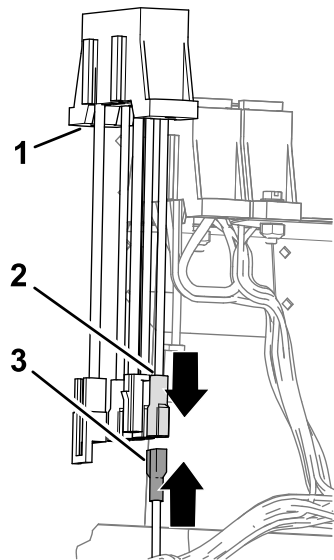

图 22
- 1. 将完成套件线束的舌形接头连接至辅助保险丝盒的插槽接头 图 22。